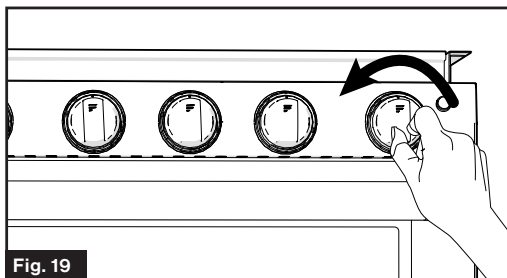

Fig. 19
2. Presione y gire la perilla de control del horno en sentido contrario a las agujas del reloj hasta la posición  (Fig. 19)